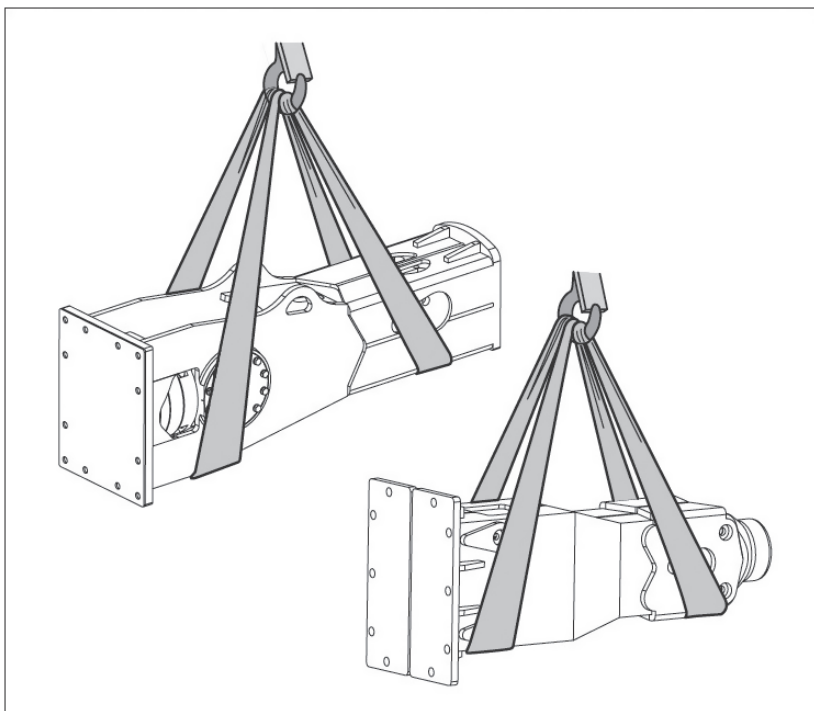

ABBILDUNG 3: Lage des Hebebandes
- » Festigen Sie das Hebeband am Hydraulikhammer wie in **ABBILDUNG 3** dargestellt ist und achten Sie darauf, dass das Hebeband nicht über die Anbauteile (z. B. Anschlussschläuche) verläuft.